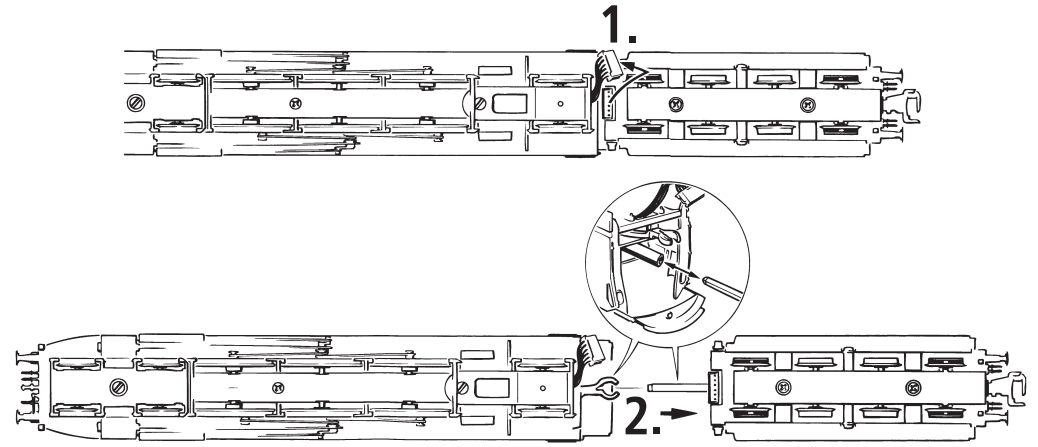

Fig. 5
2. Schmierung: Versehen Sie die im Schmierplan in Fig. 13 gekennzeichneten Stellen mit nur **kleinen Öltropfen**. Dazu zuerst das Lok- bzw Tendergehäuse abnehmen (Fig. 5, Fig. 7). Wir empfehlen den ROCO **Öler Art.-Nr. 10906**. Fürs Schmieren der Getriebeteile (Zahnräder, Schnecke) empfehlen wir das **ROCO-Spezialfett Art.-Nr. 10905**. Im Falle der Schmierung diese Teile **nicht ölen**.
3. Lämpchenwechsel: Bitte nehmen Sie zuerst das Lokgehäuse bzw. das Tendergehäuse ab (Fig. 5, Fig. 7). Danach können Sie die **Lämpchen** wechseln (Fig. 9).
2. Lubrication: Apply **tiny oil drops** to spots marked in fig. 13. Prior to lubrication dismantle the loco body or the tender body (fig. 5, fig. 7). We recommend using item no. **10906, Roco oiler**. For lubrication the gearparts (e.g. cogwheels, worm) we would recommend our Roco **special grease** (item no. **10905**).
3. Change of lights: First remove loco body and the tender body (fig. 5, fig. 7) and then change lights (fig. 9).
4. Steam generator application (fig. 6): First remove the loco body (fig. 5) and then push in the Seuthe steam generator no. 10 (running in digital mode: use no.11).
2. Graissage: N'appliquez **qu'une toute petite goutte** aux endroits indiqués par le plan de graissage (fig. 13) après avoir démonté la caisse du locomotive/tender (fig. 5, fig. 7). Nous vous recommandons **le graisseur à huile Roco réf. 10906**. Pour graisser les engrenages (roues dentées, vis sans fin) nous vous conseillons la **graisse spéciale Roco réf. 10905** pour engrenages en matières synthétiques. Lorsque vous utilisez cette graisse il faut éviter d'huiler ces composants.
3. Remplacement des ampoules: Veuillez démonter d'abord la caisse de votre locomotive et la caisse du tender (fig. 5, fig. 7) puis vous pouvez **échanger les ampoules** (voir fig. 9).
4. Emploi d'appareil fumigène: Veuillez démonter d'abord la caisse de votre locomotive (fig. 5) et introduisez ensuite le fumigène au chassis (fig. 6) **Attention:** Le fumigène Seuthe n° 10 n'est à utiliser qu'en exploitation classique >>analogue<<. Pour une locomotive munie d'un décodeur de commande numérique faites appel au fumigène Seuthe n° 11!